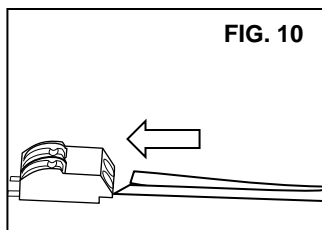

FIG. 10
- Inserte el CABLE ROJO (o NEGRO) del CONTROLADOR en el TERMINAL VIVO (marcado con un "+" en el TABLERO DE LED) y el CABLE AMARILLO (o BLANCO) al TERMINAL NEUTRO (marcado con un "-" en el TABLERO DE LED) del BLOQUE DE TERMINALES. (FIG.10)